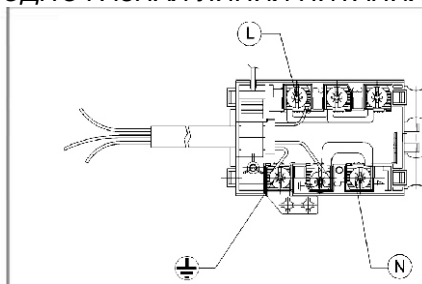

РИС. 13
- Если оборудование не оснащено кабелем питания, подключите его к линии питания кабелем соответствующего сечения (см. Таблицу в параграфе 5), при этом провод заземления должен быть длиннее провода фазы – см. Схемы на Рис. 13 и 14.
- Установите на кабель питания стандартную вилку (при ее отсутствии), рассчитанную на нагрузку, указанную на паспортной табличке. Подсоедините кабель в соответствии со схемой на Рис. 13. При этом, провода должны подсоединяться в следующем порядке: